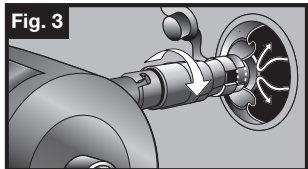

Fig. 3
- When fully inflated, seal valve by pushing in with pump nozzle. This will seal the internal yellow stopper and keep air from escaping while closing cap. Gently twist adapter sleeve to right while backing pump out of valve. (Fig. 3)
- Après le gonflage, repousser la valve avec la pompe pour la sceller. Ceci scellera le dispositif interne jaune et maintiendra l'étanchéité pour le rebouchage. Tournez délicatement le manche de l'adaptateur vers la droite tout en retirant la pompe de la valve. (Fig. 3)
- Una vez totalmente inflado, selle la válvula empujando hacia dentro con la boquilla de la bomba. Esto sellará el tapón amarillo interno y evitará que el aire escape al cerrar el tapón. Tuerza con cuidado la funda del adaptador hacia la derecha cuando saque la bomba de la válvula. (Fig. 3)